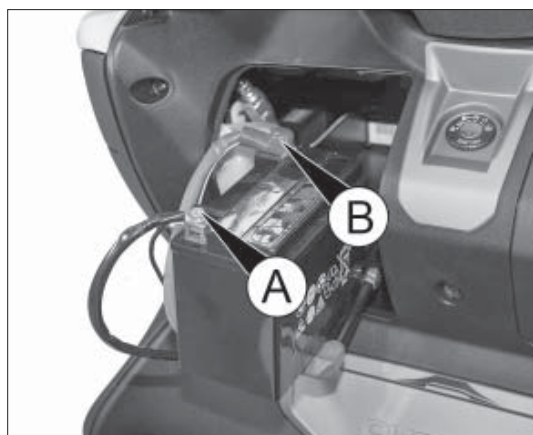

fig. 10
- desenganche el borne de conexión A fig. 10 (negativo) de la batería y luego el borne B (positivo). Para volver a montar la batería, efectúe el procedimiento inverso, poniendo atención en conectar primero el borne de conexión B fig. 10 (positivo) y luego el negativo A fig. 10.